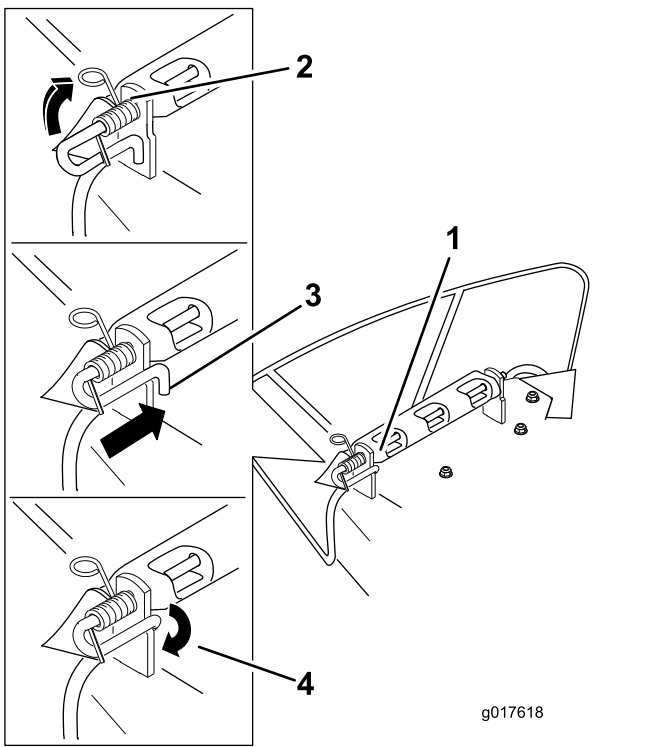

Figure 66
3. Positionnez le nouveau déflecteur d'éjection en plaçant les extrémités du support entre les supports soudés du tablier, comme illustré à la Figure 66.
6. Soulevez le côté avec la boucle du ressort et placez-le dans le cran du support de déflecteur (Figure 66).
7. Fixez l'ensemble tige et ressort en le tournant de sorte à pouvoir placer l'extrémité courte de la tige derrière le support avant soudé au tablier de coupe (Figure 66).